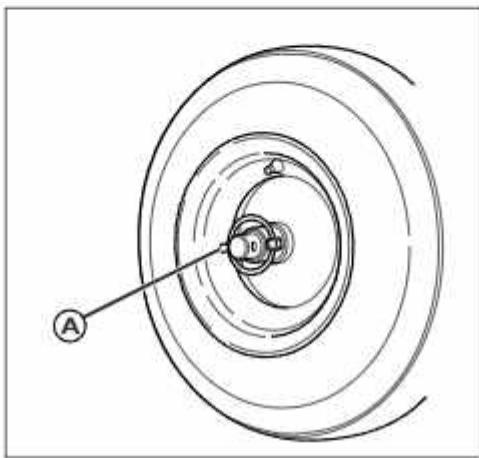

Рис. 30
1. Откройте защелкивающееся кольцо (рис. 30, поз. A)